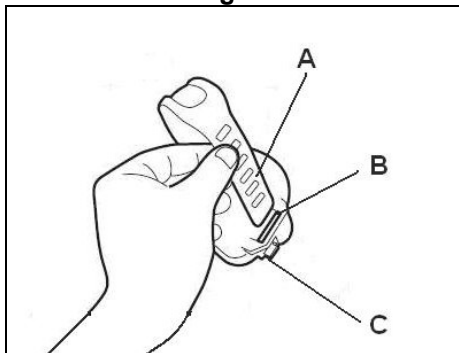

Fig.8
Esto se conseguirá roscando más o menos los pies regulables (46) como muestra la Fig.8.